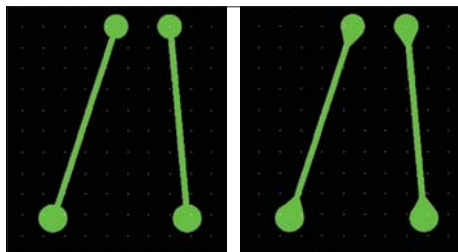

Рис. 19. Контактные площадки до и после доработки
5. Нажмем кнопку ОК. Система автоматически изменит вид выделенных контактных площадок (рис. 19).